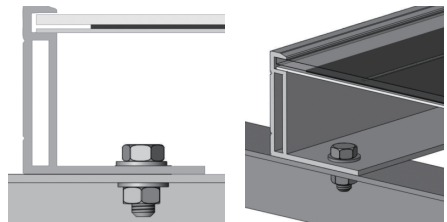

Abbildung 1. Mit der Verschraubungsmethode installiertes SPV-Modul
- Das Anzugsdrehmoment sollte 8 Newtonmeter betragen. Genaue Montagehinweise finden Sie in Abbildung 1.